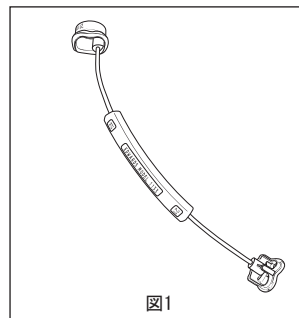

図1
3. 「組み合わせて使用する医療機器」に記載の本品専用のサイザー（図1、2、3）を使用して、患者の弁輪のサイズを測定します。オーバーサイジングに注意して、適したサイズの生体弁を選びます。専用サイザーはスープラアニューラー位またはイントラアニューラー位のどちらの植え込みにも適したサイジングができます。